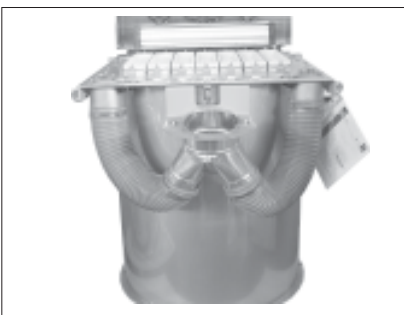

Fig. 4
- 5) Connect the hose pipes to the respective fittings and fix by means of the clamps (see Fig.4)
- 5) Die Schläuche an den jeweiligen Anschlüssen anschließen und sie mit den dafür vorgesehenen Schlauchbindern befestigen (siehe Abb. 4).
- 5) Brancher les tuyaux flexibles aux raccords et les fixer à l'aide des colliers prévus (voir fig.4).
- 5) Collegare i tubi flessibili ai rispettivi attacchi e fissarli mediante apposite fascette (vedi fig.4).